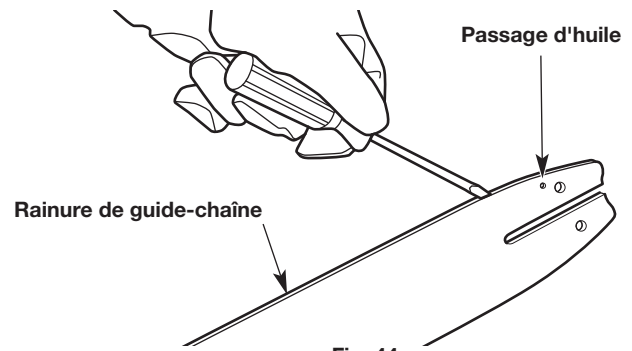
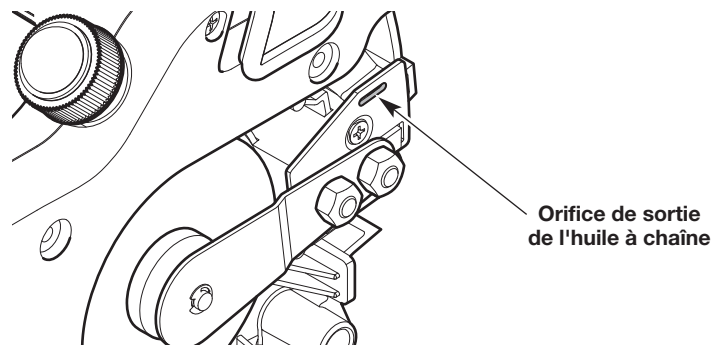

Fig. 44
Fig. 45
2. Nettoyez la rainure de la tige de guidage et les passages d'huile chaque fois que la chaîne est enlevée, lorsque l'appareil a été largement utilisé ou lorsque la chaîne semble sale. Utilisez un tournevis, un couteau à mastic, une brosse d'acier ou un instrument similaire pour enlever les débris de la rainure de la tige de guidage (Fig. 44). Utilisez un petit fil souple pour enlever les débris du trou d'évacuation d'huile de la chaîne (Fig. 45).